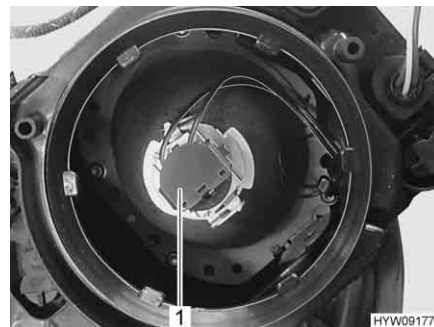

Fig. 186 Lampada ad incandescenza
- Ruotare il supporto (Fig. 186,1) e la lampada in senso antiorario e rimuoverli dall'involucro.
- Inserire il supporto (Fig. 186,1) e la lampada ad incandescenza nell'involucro e ruotare in senso orario fino a bloccarli. Il supporto scatta in posizione.